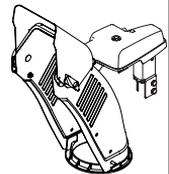

Figure 7
**NOTE :** Pour les modèles dotés d'une commande supérieure de goulotte (avec arbre souple), d'une commande à 4 directions de goulotte ou d'une commande électrique de goulotte, coupez les attaches de câble qui fixent l'arbre flexible à la poignée inférieure. Mettez l'arbre flexible de côté. Retirez les bandes élastiques qui fixent les câbles aux boulons de carrosserie et coupez l'attache de câble qui fixe la tige du levier de vitesse à la poignée inférieure. Référez-vous à la Figure 7 pour identifier votre modèle.
Consultez la Figure 7 pour trouver le type de goulotte de votre modèle. Assemblez la goulotte selon les directives des pages 67 à 74.